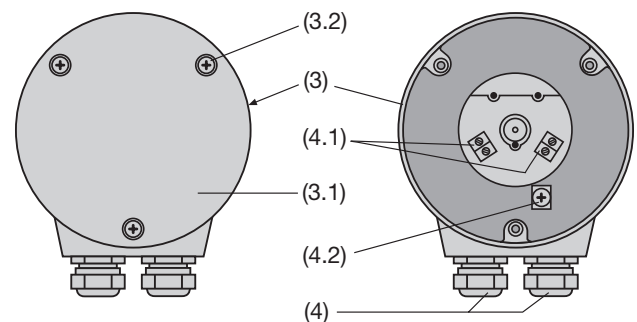

Fig. 6. Parte posteriore (3) con morsetti (4.1) e (4.2) e pressacavo (4).
La variante con **morsetti a vite** montati direttamente nel convertitore e con i **pressacavo** è composta da 4 morsetti (4.1) e 1 morsetto di terra (4.2) posto nella parte posteriore del convertitore (3), vedi Fig. 6. Questi morsetti sono previsti per fili di sezione max. 1.5 mm², essi sono accessibili levando il coperchio (3.1).
- ... con **morsetti a vite e pressacavo**, rimuovere le 3 viti (3.2) e il coperchio (3.1), (Fig. 6, a sinistra).
... con **morsetti a vite e pressacavo**, svitare le 3 viti (3.2) e togliere il coperchio (3.1) (Fig. 6, a sinistra).